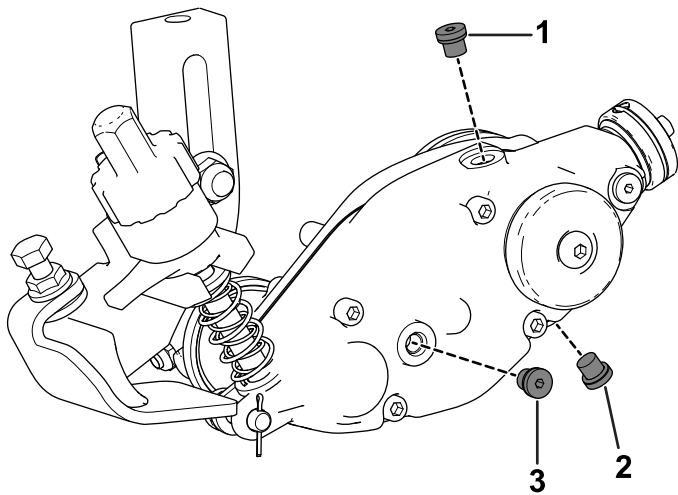

図 11
4. グルーマハウジングの上部にある補給プラグを外す 図 11。